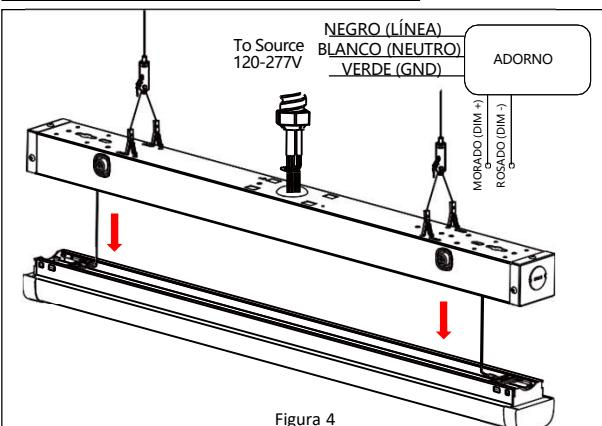

Figura 4
9. Usando las tuercas para cables provistas, haz las conexiones de los cables según el diagrama de cableado en la **Figura 4**.
9. Usando las tuercas para cables provistas, haz las conexiones de cableado según el diagrama de cableado en la **Figura 4**.